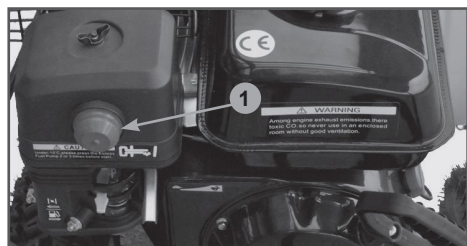

Рис. 22 Расположение ручного топливного насоса
7. Нажмите 3 раза на ручной топливный насос 1 (Рис. 22).